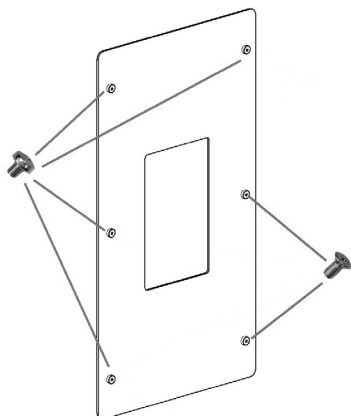

Fig. 41 - Monter skruerne
- Stram skruerne på glassets bøsninger: 4 skruer med rundt hoved og 2 skruer med fladt hoved (se **Fig. 41**).